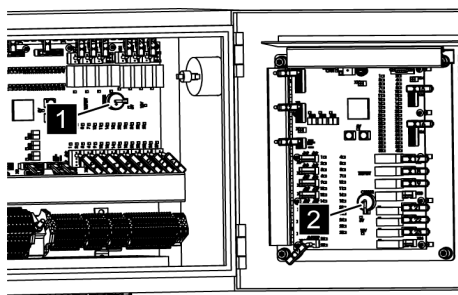

Fig. 175: Piles de sauvegarde
3. ➔ Changer la pile de sauvegarde (Voir la Fig. 175/1) de la carte maître ou la pile de sauvegarde (Voir la Fig. 175/2) de la carte esclave en utilisant des piles du même type (CR2032).